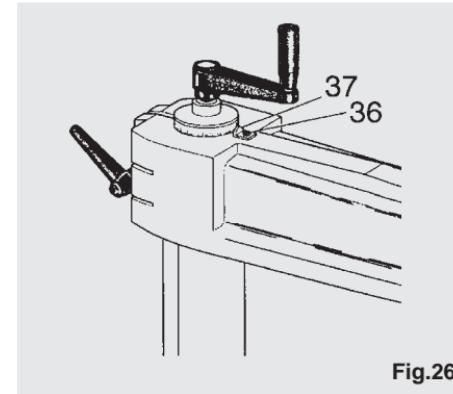

Fig.26
Una volta raggiunta la perpendicolarità del braccio rispetto al regolo di battuta, procedere alla definitiva sistemazione dell'indice posto sul braccio (vedi fig. 26). Allentare la vite (36) e riportare l'indice (37) a coincidere con la posizione 0 del nonio graduato.